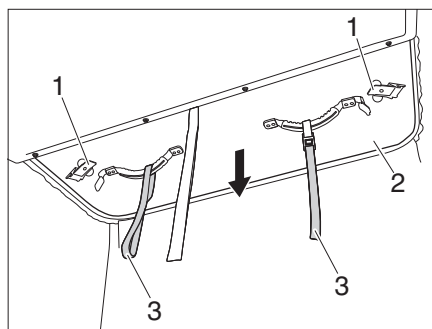
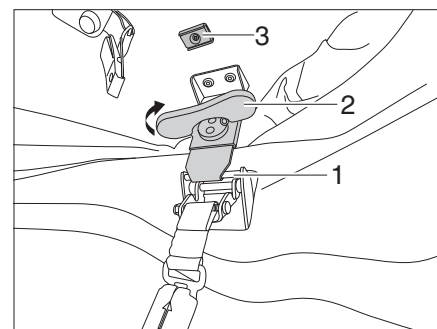

Bild 36 Aufstelldach nach unten ziehen
Bild 37 Verriegelung spannen
- ▷ Darauf achten, dass die Verschlusshebel (Bild 36,1) oben am Magnet fixiert sind.
- Prüfen, ob die Verriegelungen durch die Magneten (Bild 37,3) fixiert sind.
- Aufstelldach (Bild 36,2) an den Ziehvorrichtungen (Bild 36,3) nach unten ziehen.
- Verschlusshebel (Bild 36,1) vom Magnet (Bild 37,3) lösen und in die Rastung (Bild 37,1) einhängen.
- Drehgriff (Bild 37,2) der Verriegelung im Uhrzeigersinn drehen, bis die Verriegelung fixiert ist.
- Drehgriff (Bild 37,2) nach oben klappen.